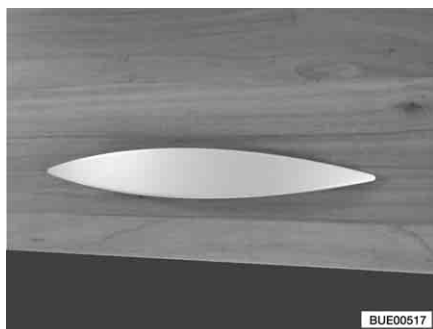

Fig. 37 Abattant de placard avec poignée (exemple)
- Tirer sur la poignée (Fig. 37) jusqu'à ce que l'abattant de placard s'ouvre.